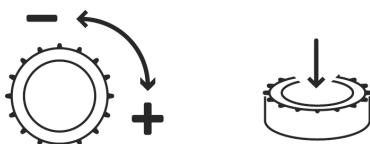

Fig. 5: Draaiknop
- Het LC-displaaay toont de status van de pomp, de kleppen en de controller. Met gebruik van de draaiknop kan men menu's selecteren en parameters invoeren. Om de waarden te wijzigen en door de menu's te bladeren, moet de draaiknop (fig. 5) worden gedraaid en worden ingedrukt om te selecteren en te bevestigen.